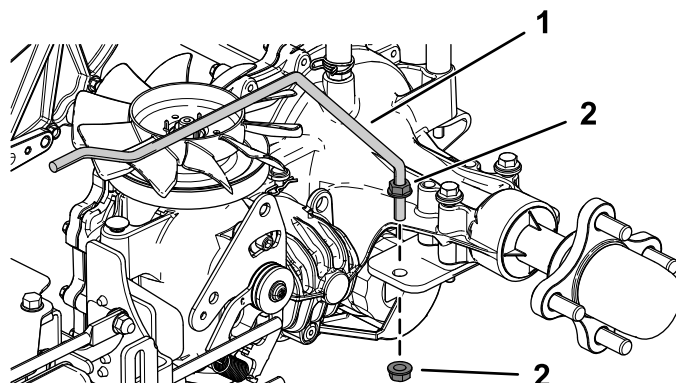

Figura 6
2. Instale las varillas de soportes traseras nuevas (derecha e izquierda) usando 2 tuercas autoblocantes (3/8") en cada lado (Figura 6).